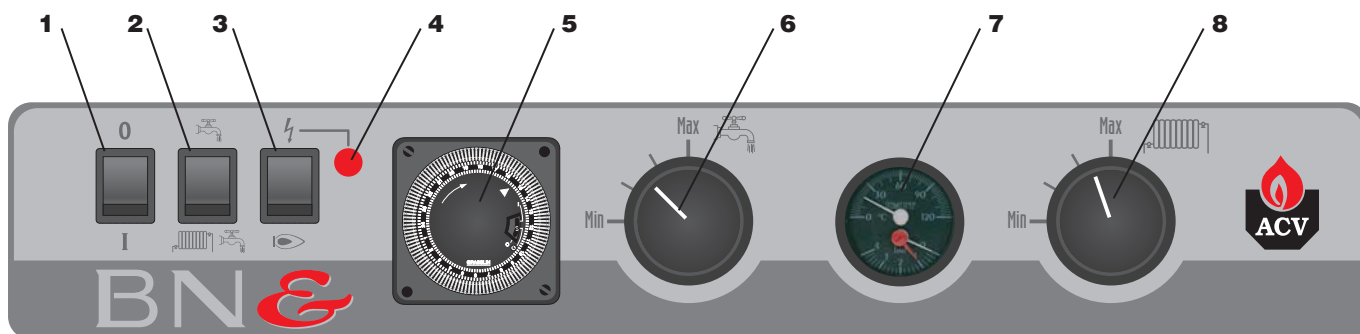

fig. 1 : Tableau de commande
- Se familiariser avec le tableau de commande (fig. 1)